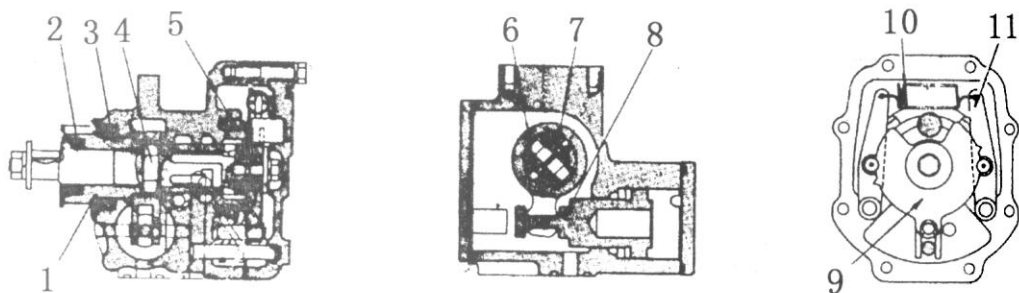

Рис. 5-65.
(3) Сервоклапан поворота (см. рис. 5-65)